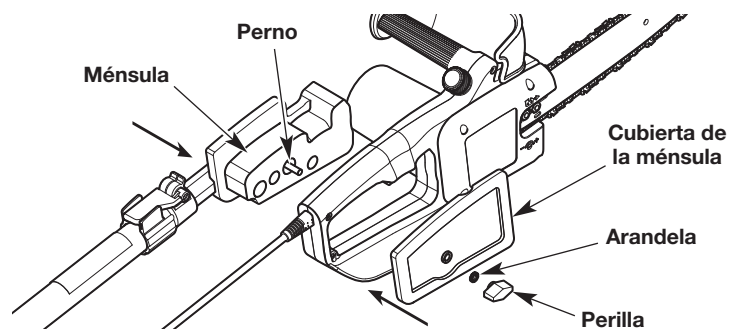

Fig. 2
3. Inserte la ménsula en el lugar abierto entre la manija trasera y la protección posterior para la mano (Fig. 2). La ménsula debe entrar en su lugar sin de manera quede ajustada y sostenga el control del acelerador en la posición en que queda apretado.
4. Deslice la cubierta de la ménsula sobre el perno (Fig. 2).
5. Deslice la arandela sobre el perno (Fig. 2).
6. Enrosque la perilla sobre el perno (Fig. 2). Gire la perilla en el sentido de las agujas del reloj para ajustar la cubierta de la ménsula de manera que quede ajustada a la ménsula.
3. Gire la perilla en el sentido contrario a las agujas del reloj para sacarla del perno (Fig. 2).
4. Saque la arandela del perno (Fig. 2).
5. Saque la cubierta de la ménsula del perno (Fig. 2).
6. Separe la sierra de cadena de la ménsula (Fig. 2).